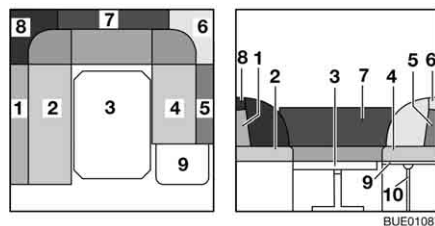

Bild 96 Under ombyggnaden
- Sätt in stödet (Bild 96,10) i hållaren på sänglådans förlängning.
- Tag bort ryggdynorna (Bild 96,1, 5, 6, 7 och 8) och lägg dem åt sidan.